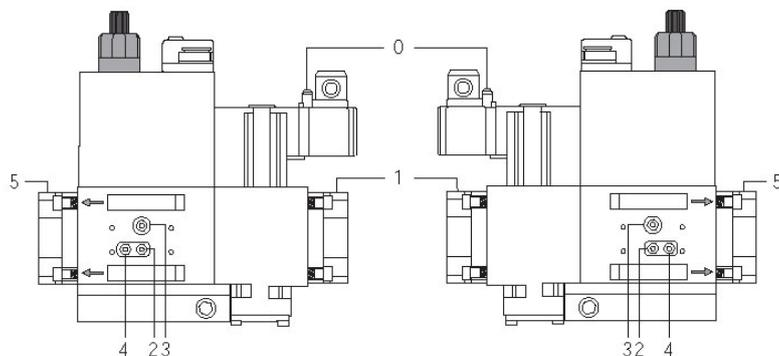
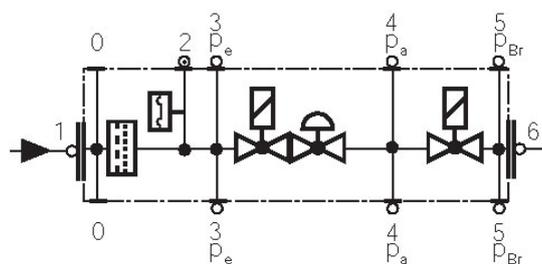

Fig. 29
Fig. 30
- Pulire o sostituire il filtro se la differenza di pressione fra i punti 1 e 2 (Fig. 29-Fig. 30)  $\Delta p > 10$  mbar.